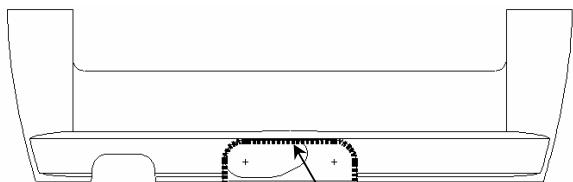

FIGURE 2A
- a. Modèles 2004 et 2005 : Découper le carénage intérieur comme illustré à la **Figure 2A**. Donner au découpage le même profil que la trappe d'accès. La découpe du carénage extérieur n'est pas requise.